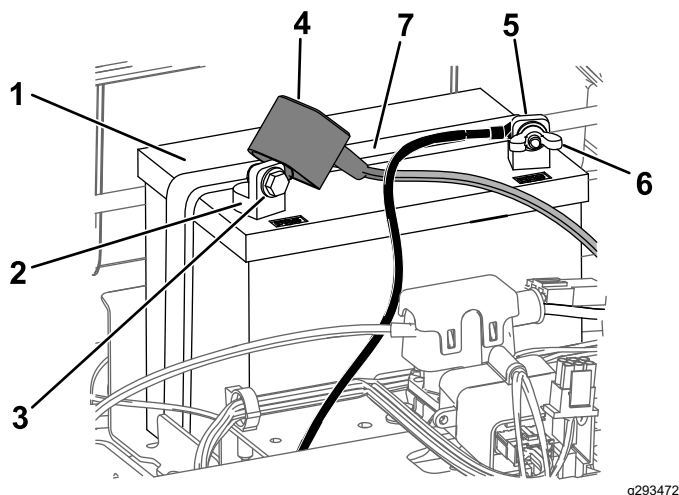

Figura 49
4. Staccate il cavo negativo (nero) di terra dal polo della batteria (Figura 49).
6. Staccate il cavo positivo (rosso) di terra dal polo della batteria (Figura 49).
7. Togliete il dispositivo di fissaggio della batteria (Figura 49) e togliete la batteria dal vassoio.
1. Posizionate la batteria nella cassetta (Figura 49).
5. Fissate la batteria con l'apposito dispositivo (Figura 49).